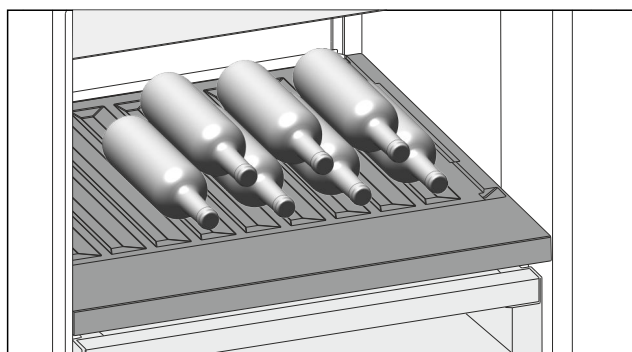

Fig. 118
- Fľaše vkladajte dnom dozadu k zadnej stene. (pozri Fig. 118)